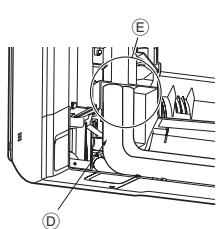

Fig. 3-10
6. Couvrir la partie évasée du raccord avec le cache-tuyaux du raccord en L Ⓞ pour qu'il ne soit pas exposé. (Fig. 3-10)
8. Couvrir la partie évasée du raccord avec le cache-tuyaux du raccord en L Ⓞ pour qu'il ne soit pas exposé. (Fig. 3-10)